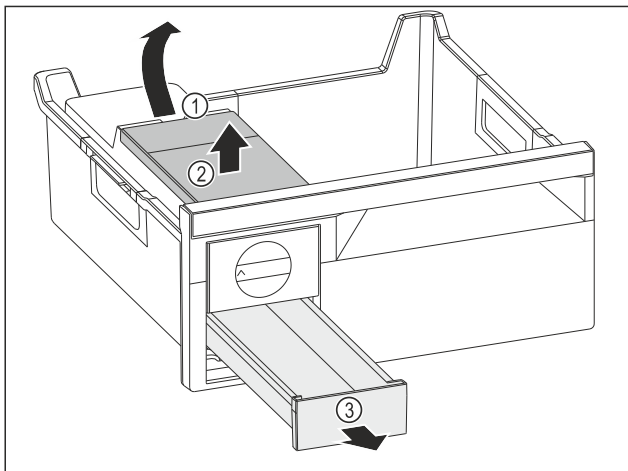

Fig. 104
- ▶ Retirer le réservoir d'eau : Soulever le réservoir d'eau hors de l'évidement Fig. 104 (1).
- ▶ Retirer le réservoir d'eau Fig. 104 (2) vers le haut.
- ▶ Retirer le compartiment à glaçons Fig. 104 (3) vers l'avant.